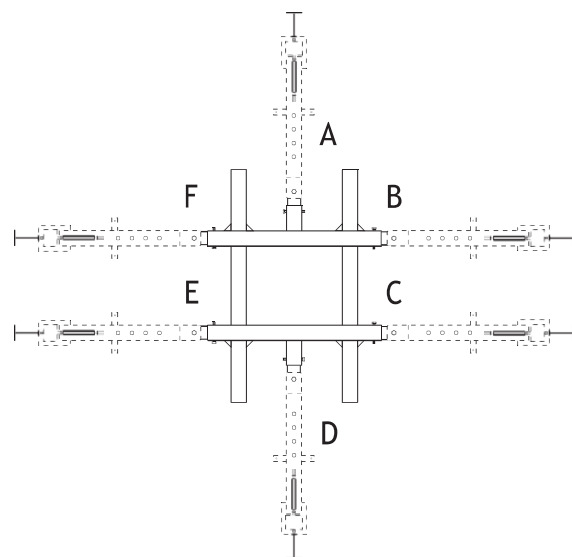

Рисунок 1
- Для крепления силовых устройств на раме стенда предусмотрены места А, В, С, D, Е и F. В каждом из них 10 положений силового устройства, что позволяет направлять усилие вытяжки во все направления вокруг автомобиля (рисунок 1).